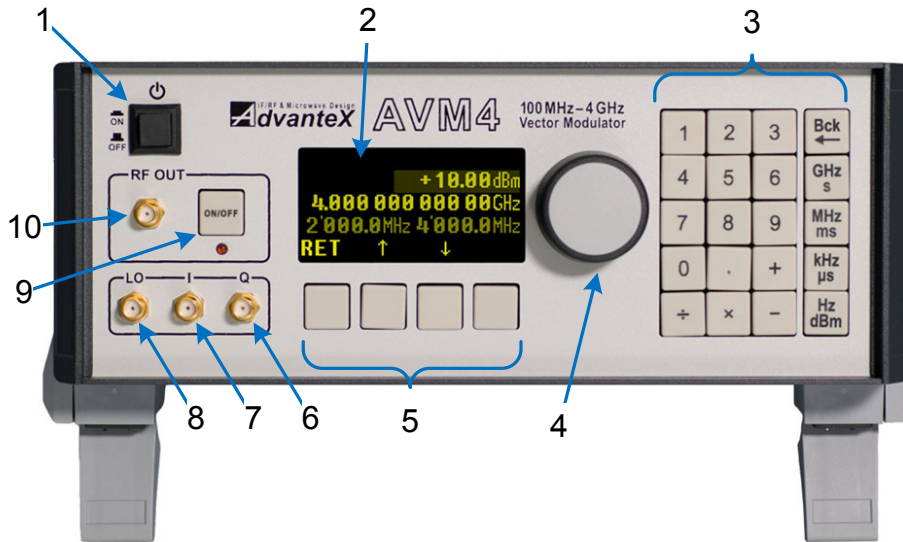

Рис. 3: Лицевая панель
1. Убедитесь, что кнопка питания на лицевой панели (поз. 1, рис. 3) находится в выключенном положении (отжата).
На рис. 3 изображена лицевая панель прибора. Номерами обозначены следующие элементы:
Навигация по элементам меню (перемещение по пунктам, переход в под-меню и переход на уровень вверх) осуществляется с помощью кнопок, соответствующих контекстному меню (рис. 3, поз. 5), и поворотного энкодера (поз. 4).
Ввод числовых данных может быть выполнен с помощью клавиатуры (рис. 3, поз. 3), либо с помощью поворотного энкодера (поз. 4).